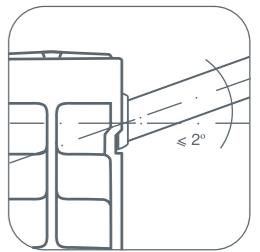

рис. 5
**!** Во избежании аварии допустимо отклонение оси коллектора радиатора от подводящих труб не более  $2^{\circ}$  (рис. 5).